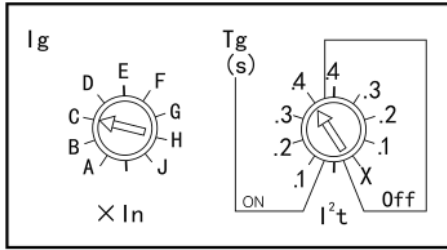

Рисунок 34
4.2.6.5 Настройка характеристик защиты от замыкания на землю согласно таблице 20, значение параметра I_g , смотри таблицу 21. Повернуть регулятор так, чтобы установить стрелку на регуляторе напротив необходимого значения тока и времени (рисунок 34).